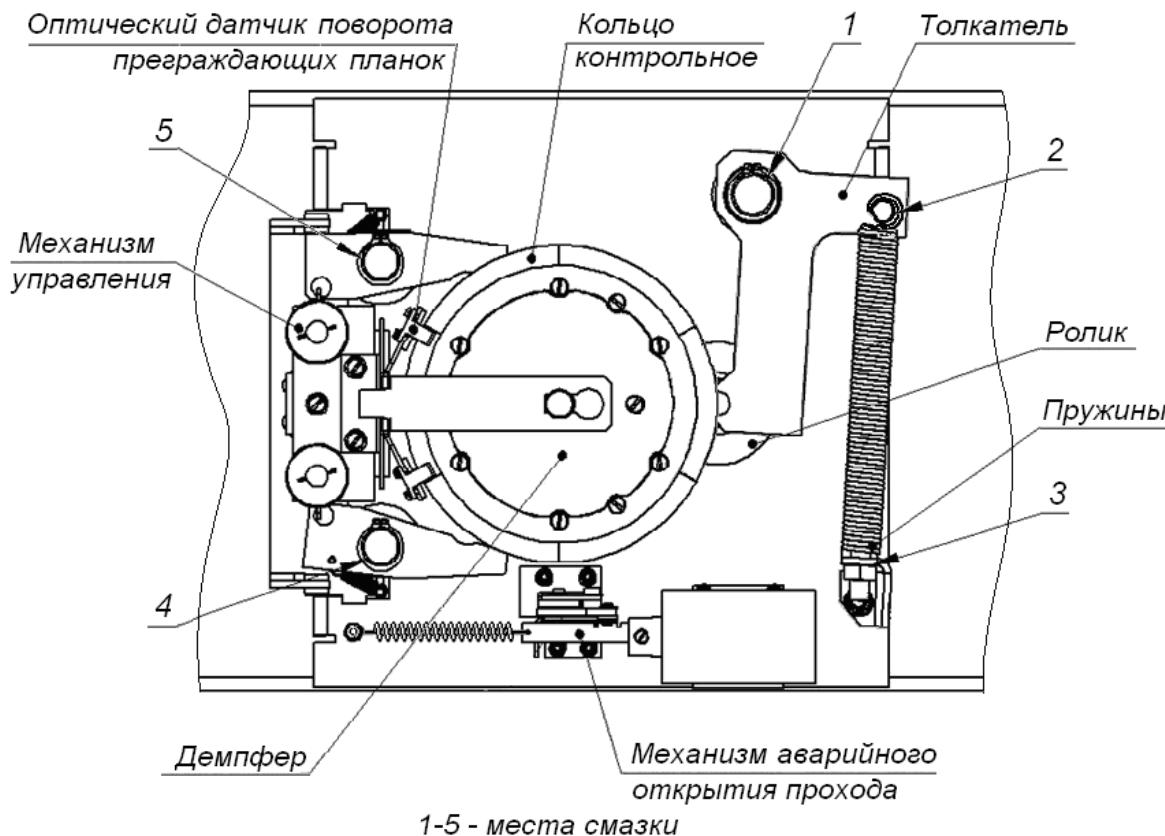

Рисунок 16. Расположение внутренних деталей и узлов механизма турникета
- Снимите крышку (3) в порядке, указанном в разд. 6.
4. Осмотрите устройство доворота (толкатель, пружины и ролик), оптические датчики поворота преграждающих планок и демпфирующее устройство (см. рис. 16).
6. Выполните смазку узлов трения механизма турникета смазкой ШРУС-4. Не допускайте попадания смазки на поверхность кольца диска контрольного и на ролик. Смазку производите в следующих точках (см. рис. 16):
11. Проверьте крепление преграждающих планок (5) в шарирных узлах турникета и, при необходимости, подтяните крепежные винты.
13. Установите на место крышку (3) (см. разд. 6) и зафиксируйте ее винтом.